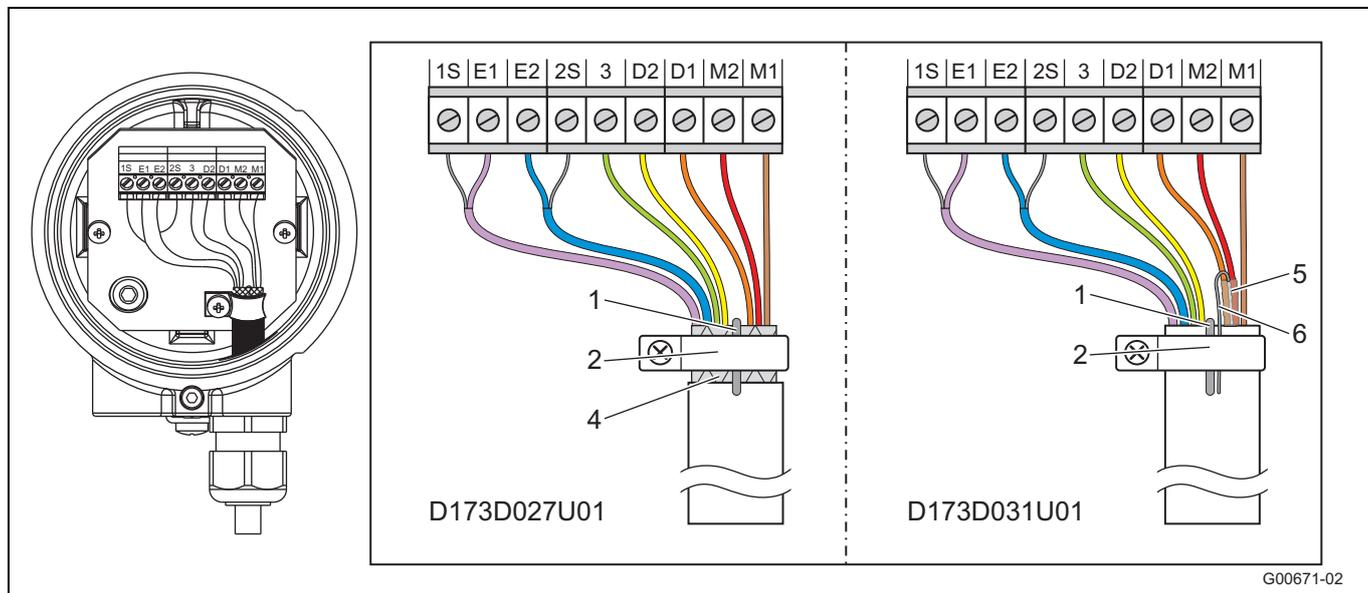

Fig. 38
- Raccorder tous les autres fils comme illustré Fig. 38.